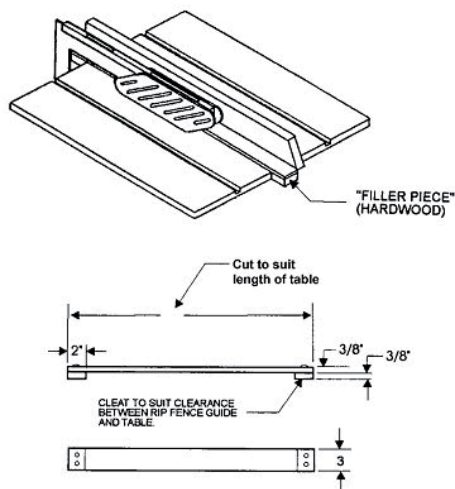

Рис. 38. Прокладка
- Прокладка (рис. 38) необхідна для по-довжнього розпили вузьких деталей.